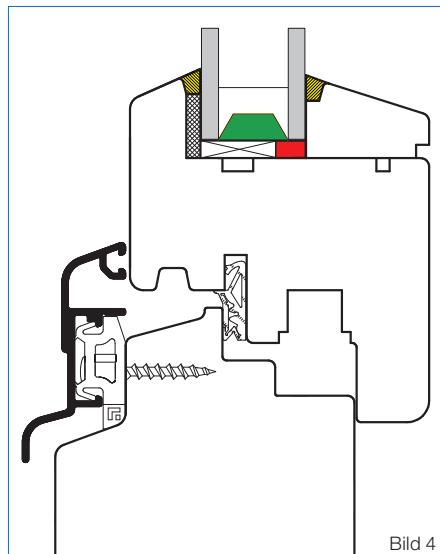

Bild 4
- Falzgrundklebung (Bild 4) – geprüfte und von OTTO freigegebene Randverbunddichtstoffe sind der Verträglichkeitsliste für **OTTOCOLL® S81** unter www.otto-chemie.de zu entnehmen